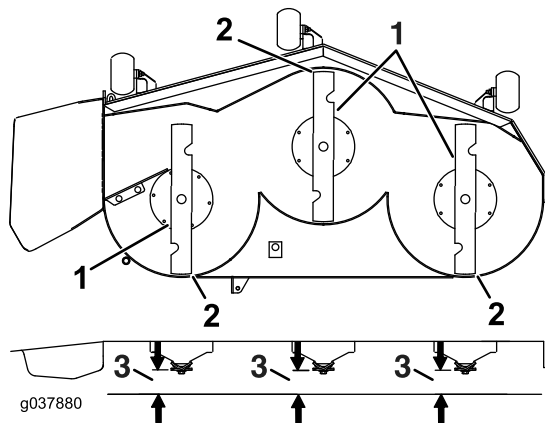

Figura 97
7. Compruebe el nivel longitudinal de la cuchilla (Figura 97). Asegúrese de que la punta de la cuchilla delantera está más abajo que la punta de la cuchilla trasera, como se muestra en Altura de bloque y soporte. Si se requieren ajustes, siga con este procedimiento.